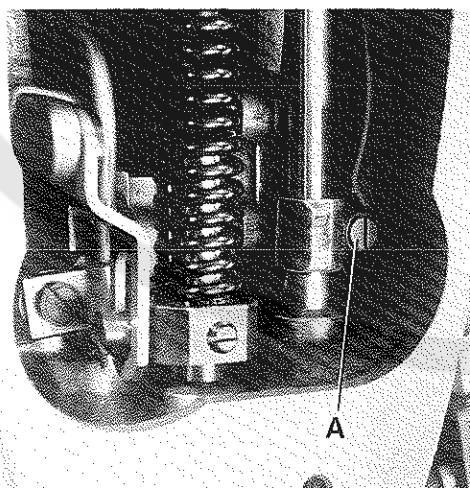

Fig.16
2. Remove the head cover.* Loosen screw (A, Fig. 16) in the needle bar connection and rotate needle bar until the needles center in the needle holes of throat plate.
3. Retighten screw (A).
* Screw (A, Fig. 16) will also be accessible when removing the plug in the head cover, without dismounting head cover.
For adjustment loosen screw (A, Fig. 16) and move needle bar up or down as required. Retighten screw (A).
2. Entfernen Sie den Kopfdeckel*. Lösen Sie die Schraube (A, Fig. 16) im Nadelstangenmitnehmer und drehen Sie die Nadelstange bis die Nadeln mittig in den Stichlöchern der Stichplatte stehen.
3. Ziehen Sie die Schraube (A) wieder an.
- * Die Schraube (A, Fig. 16) wird auch ohne Abbau des Kopfdeckels zugänglich, wenn man den Verschluß im Kopfdeckel entfernt.
Lösen Sie für diese Einstellung die Schraube (A, Fig. 16) und schieben Sie die Nadelstange nach Bedarf nach oben oder unten. Ziehen Sie die Schraube (A) wieder an.